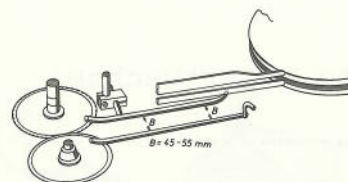

Abb.16
2. Die Einführstangen Abb. 16 sind verstellbar angeordnet und mit großer Sorgfalt einzustellen. Sie haben die Aufgabe, die ungleichmäßigen Runkelreihen in gleichmäßiger Höhe dem Schneidwerk zuzuführen. Durch die Einführstangen ist die Schnitthöhe der Runkelrübe regulierbar: